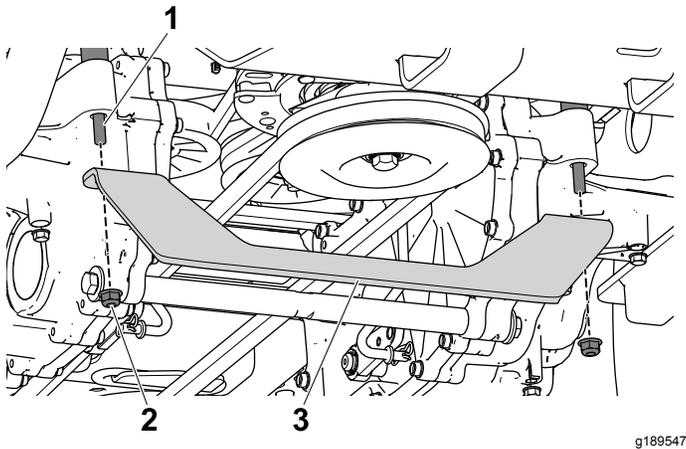

Figura 15
1. Retire y guarde las 2 tuercas con arandela prensada de los pernos de sujeción de las transmisiones en ambos lados (Figura 15).
2. Alinee el soporte con los pernos de sujeción y sujételo con las 2 tuercas con arandela prensada que retiró en el paso anterior (Figura 15).